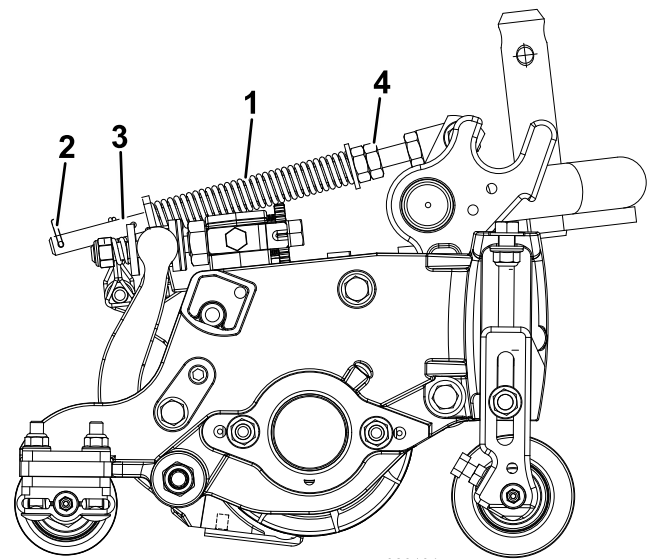

图 12
2. 拧紧弹簧杆前端的六角螺母直至压缩后的弹簧长度为 127mm (图 12)。
草坪补偿弹簧图 12 可将重量从前滚筒转移至后滚筒。这有助于减少草坪的波动图形也称为波浪形或摆动形。
1. 确保发卡销安装在弹簧杆的后孔内 图 12。